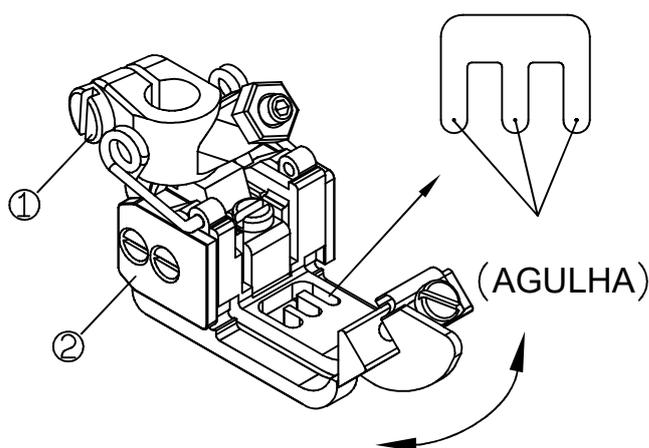

Fig.23
Solte o parafuso ① e ajuste o calcador ② para esquerda e direita, para a posição apropriada para que a agulha possa estar no centro do olho do calcador. Depois de ajustar, aperte o parafuso ①. (Fig. 23)